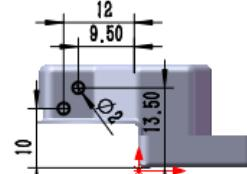

图 16.2.54 横断面草图
② 定义横断面草图。在草图环境中绘制图 16.2.54 所示的横断面草图。
(3) 定义切除深度属性。在“切除一拉伸”对话框 **方向 1** 区域的 **下拉列表** 中选择 **完全贯穿** 选项。取消选中的 **正交切除** 复选框。
(4) 单击对话框中的 **完成** 按钮，完成切除一拉伸 5 的创建。